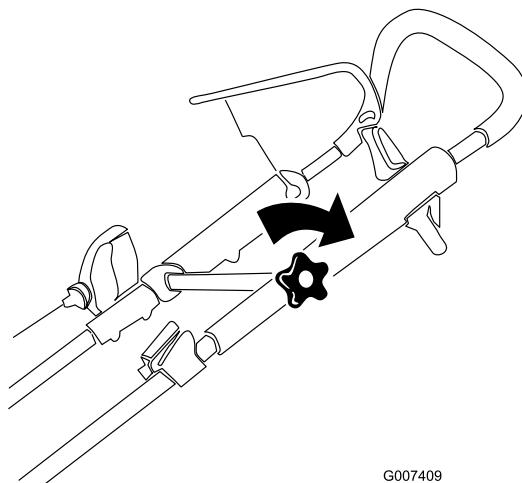

Figura 19
- Apriete firmemente el pomo del manillar superior (Figura 19).